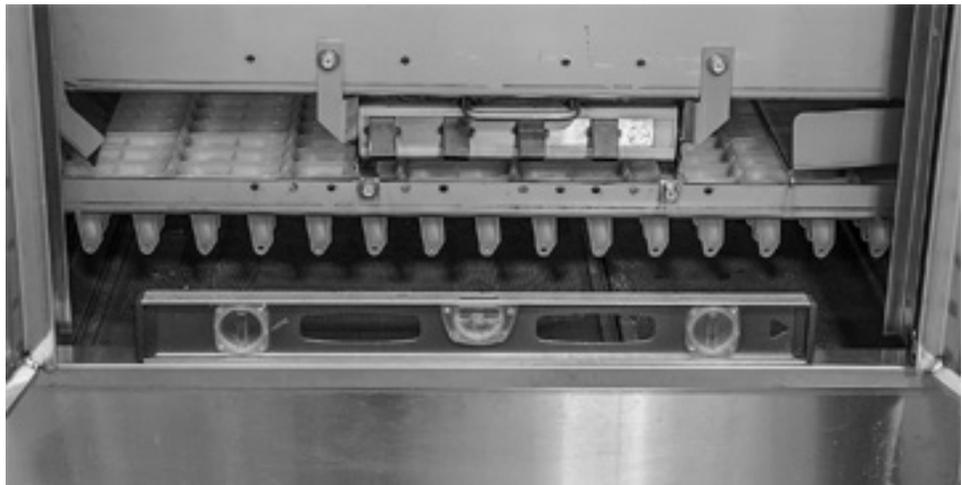

Fig. 3
- Mettez à niveau la section centrale au long de sa longueur en ouvrant les portes et plaçant un niveau entre chacune des portes au long du rail de support du réservoir (Fig. 3). Ne vérifiez pas le niveau à partir du sommet des portes. Ajustez les pieds en les vissant ou les dévissant au besoin pour mettre de niveau.
Les rails de support du réservoir devraient être de niveau sur toute la longueur de la machine (Fig. 3.). Les sections à raccorder devraient être de niveau d'une extrémité à l'autre (Fig. 4).